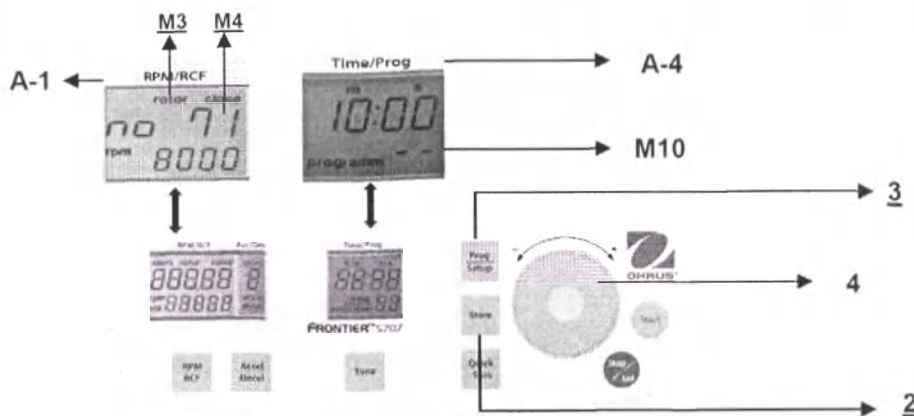

Рис. 23
Для того чтобы вызвать из памяти сохраненную ранее программу, закройте крышку центрифуги и нажмите кнопку **Prog/Setup** (3) (см. рис. 23). В поле **Time/Prog** (A-4) появится слово **programm** (M10). С помощью сенсорного диска (4) выберите номер требуемой программы. В соответствующих полях дисплея появятся значения параметров, сохраненные в этой программе. Если установленный в центрифуге ротор не соответствует программе, в поле **RPM/RCF** (A-1) будет мигать слово **rotor** (M3). Одновременно с этим будут поочередно отображаться слово **FALSE** и сохраненный в программе код ротора **xx** (M4).
Для выхода из режима программирования нажмите кнопку **Prog/Setup** (3) (см. рис. 23). В поле **Time/Prog** (A-4) появится слово **programm** (M10).